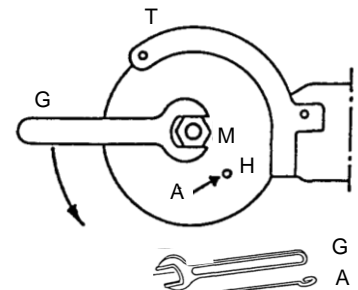

Fig. 7.2 – Détachement de la lame de scie
- 2) Insérer la goupille de retenue (A) dans l'alésage de la lame de scie (H) et faire tourner avec la lame de scie contre le capot de protection (T). Placer la clé à fourche (G) sur l'écrou de serrage hexagonal (M) et l'ouvrir dans le sens indiqué, voir fig. 7.2.
- 3) Retirer l'écrou de serrage hexagonal (M) et la lame de scie.